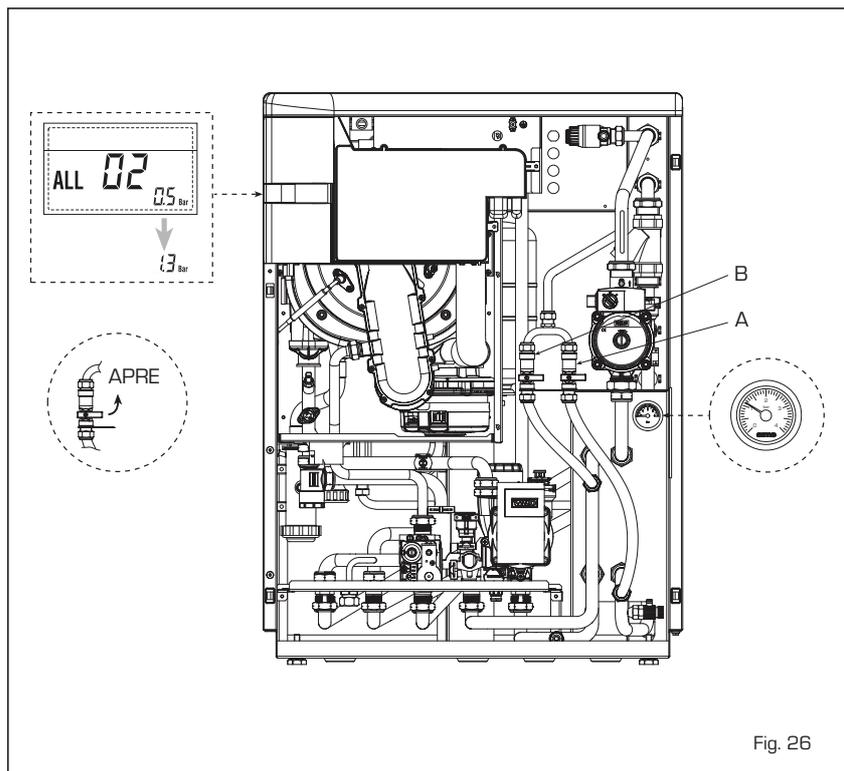

Fig. 26
**REGULACIÓN DE LA TEMPERATURA DEL AGUA SANITARIA (fig. 26)**
**PRESIÓN LADO INSTALACIÓN (fig. 26)**